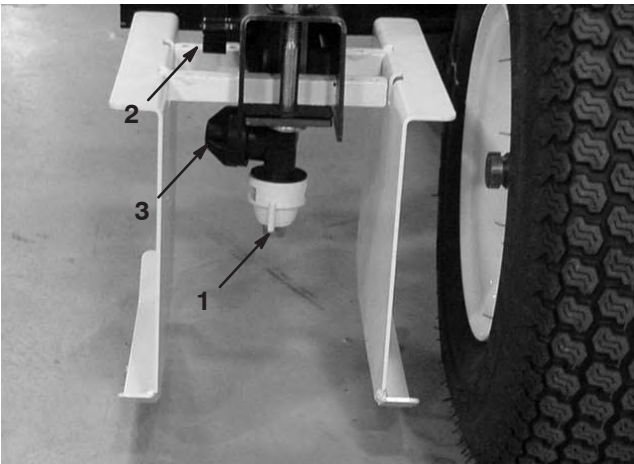

Figure 22
- 4. Desserrez la vis de fixation du tube de la buse de traçage au bras de la rampe (Fig. 22).